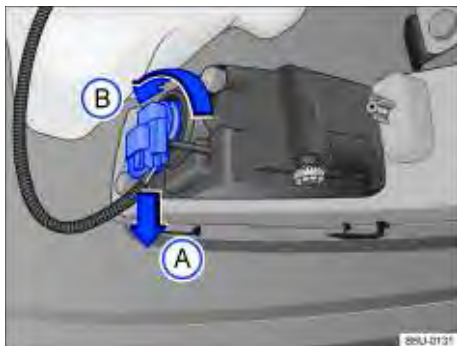

Fig. 182 Atrás do para-choque dianteiro: acesso à lâmpada incandescente do farol de neblina.
2. Desencaixar o conector de alimentação da lâmpada \Rightarrow Fig. 182 no sentido da seta (A), pressionar, ao mesmo tempo, a trava de fixação do conector.
3. Girar o soquete da lâmpada \Rightarrow Fig. 182, no sentido anti-horário da seta (B), e desencaixá-lo do alojamento.